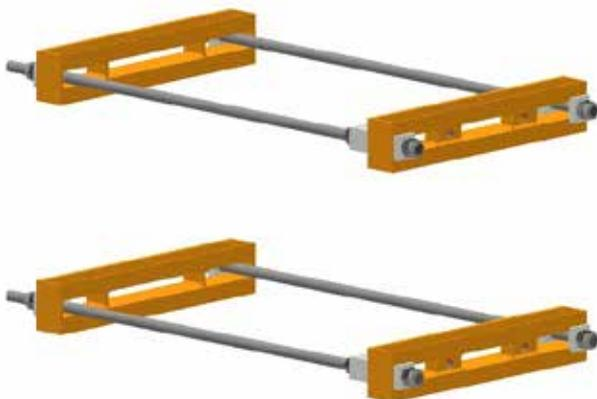

fig.16
2. S'assurer de l'absence de défauts apparents sur cette structure/fixation (fig. 16);